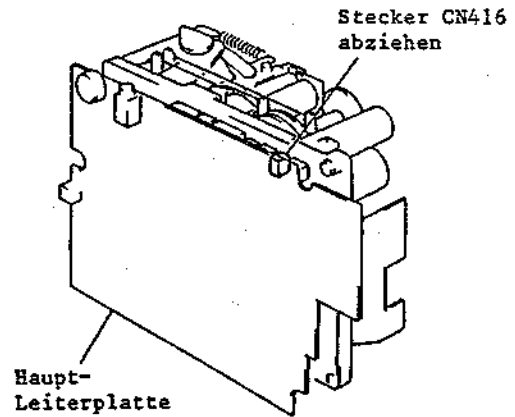

Abb. 2-45 Ausbau des Gesamtlöschkopfes
### 3-5 Ausbau des Gesamtlöschkopfes (Abb. 2-45, 2-46)
1. Den Stecker CN416 abziehen (siehe Abb. 2-45, 2-46).